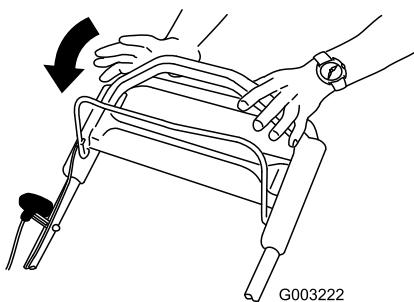

Figura 20
- Suelte la barra de control de la cuchilla (Figura 20).